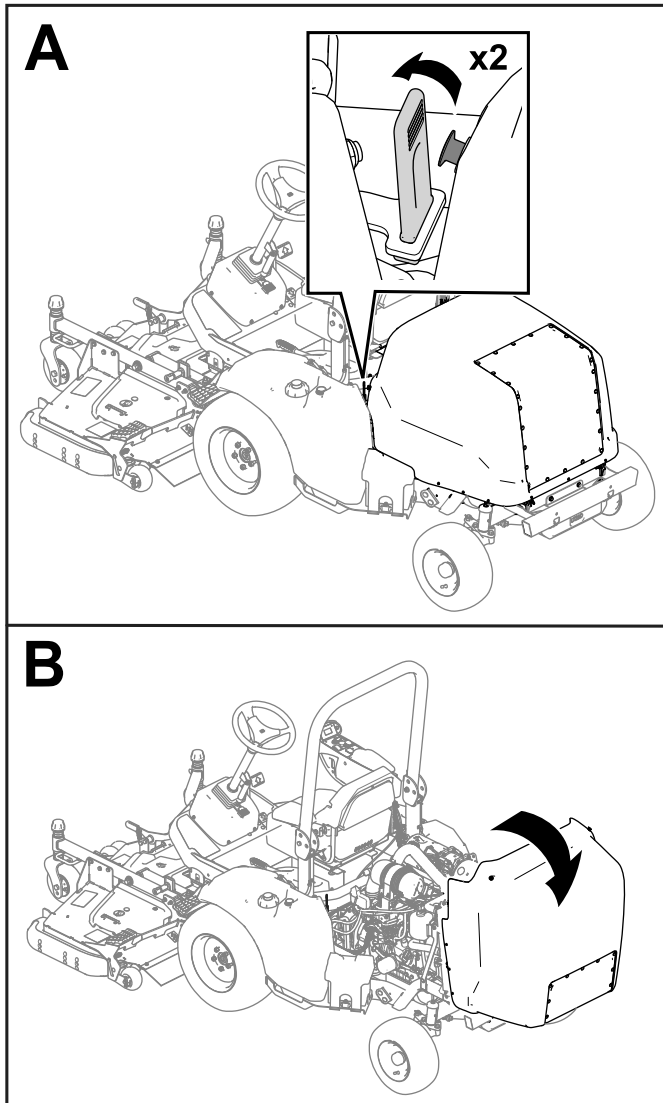

Figure 43
- Détachez les attaches de chaque côté de la machine (Figure 43).
- Ouvrez le capot (Figure 43).